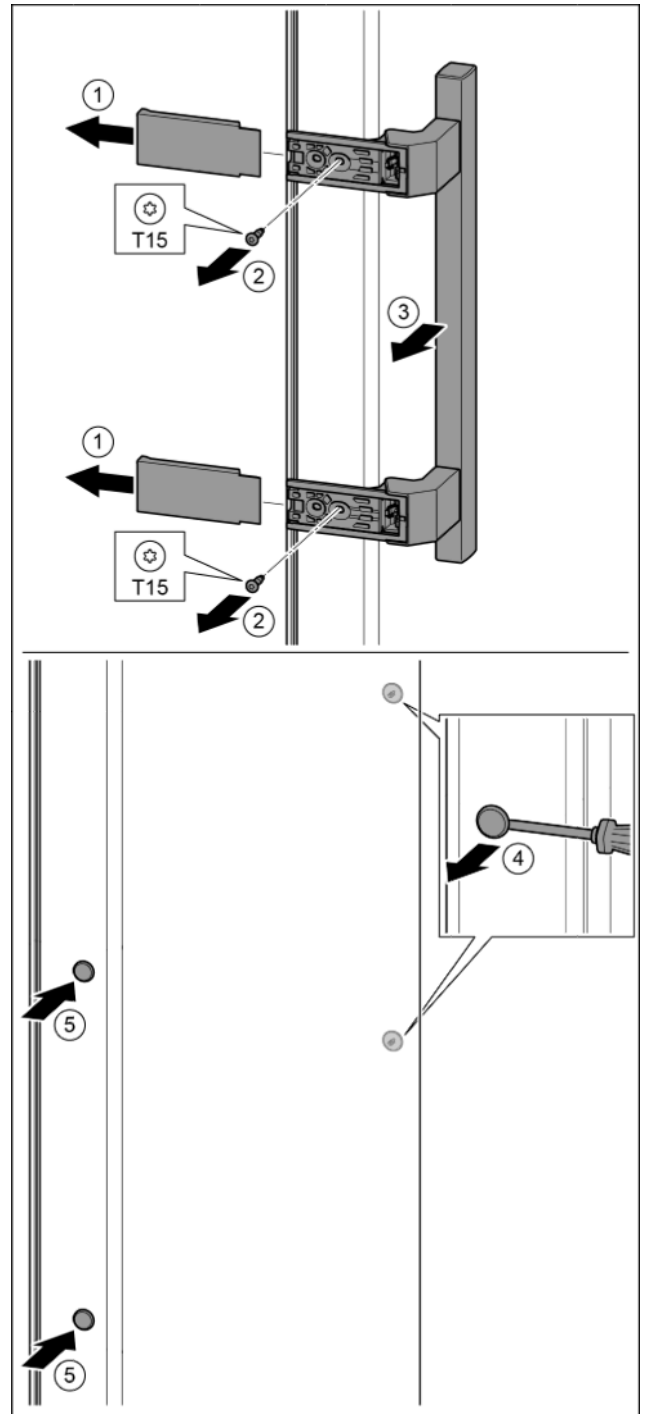

Fig. 14
- ▶ Retirer le cache. Fig. 14 (1)
- ▶ Desserrer les vis avec un tournevis T15. Fig. 14 (2)
- ▶ Déposer la poignée. Fig. 14 (3)
- ▶ Soulever délicatement le bouchon latéral avec un tournevis plat et le sortir. Fig. 14 (4)
- ▶ Remettre en place le bouchon de l'autre côté. Fig. 14 (5)